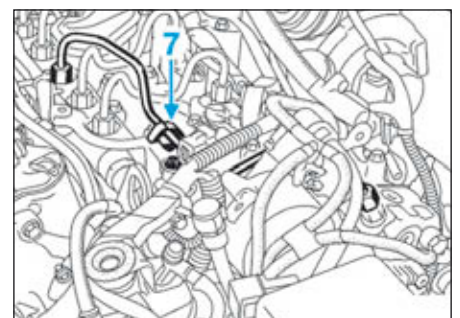

FIG.148
- Placer correctement le tampon (7) (Fig.148) entre la tuyau haute pression pompe-rampe et le couvre-culasse.